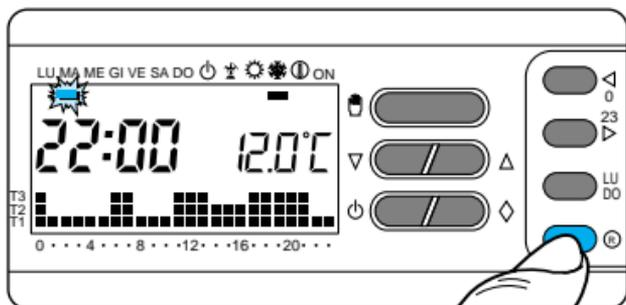

Fig. 43
**8.5** - Si en los días siguientes desea mantener los mismos valores, pulsando el botón **E** (fig. 43), el programa se copia automáticamente para cada día que va indicando el segmento respectivo.